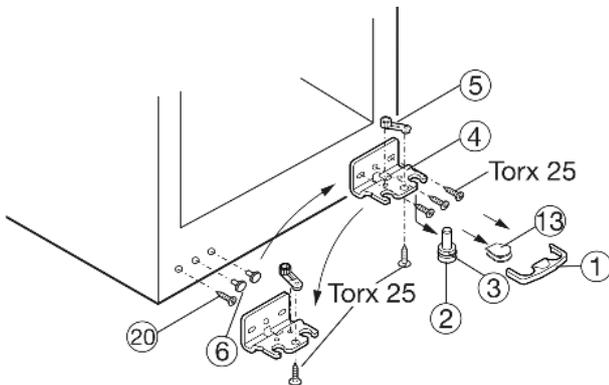

Fig. 4
- ▶ Sicherung Fig. 4 (1) nach vorn abziehen.
- ▶ Abdeckung Fig. 4 (13) abziehen.*
- ▶ Lagerbolzen Fig. 4 (2) nach unten und vorn herausziehen. Dabei auf Scharnierbuchse Fig. 4 (3) achten.
- ▶ Lagerbock Fig. 4 (4) abschrauben.
- ▶ Lagerteil Fig. 4 (5) abschrauben und in das gegenüberliegende Aufnahme Loch des Lagerbocks umsetzen, wieder festschrauben.
- ▶ Griffseitige Stopfen Fig. 4 (6) vorsichtig abheben und auf der Gegenseite wieder einsetzen.
- ▶ Schraube Fig. 4 (20) herausdrehen und auf der Gegenseite wieder einsetzen.
- ▶ Lagerbock Fig. 4 (4) auf der neuen Scharnierseite **fest (mit 4 Nm)** ggf. mit Hilfe eines Akkuschraubers wieder festschrauben.
- ▶ Gerät wieder leicht nach hinten kippen und Lagerbolzen Fig. 4 (2) mit Scharnierbuchse Fig. 4 (3) wieder einsetzen. Die Kerbe am Lagerbolzen muss nach vorne zeigen.
- ▶ Abdeckung Fig. 4 (13) auf der Gegenseite aufsetzen.*
- ▶ Die Sicherung (1) muss seitlich am Lagerbock einrasten, damit der Lagerbolzen und damit die Tür gesichert ist.
- ▶ Sicherung (1) auf Lagerbock wieder aufrasten.
- ▶ Die Tür eventuell über die beiden Langlöcher im Lagerbock Fig. 4 (4) fluchtend zum Gerätegehäuse ausrichten. Dazu mittlere Schraube herausdrehen.